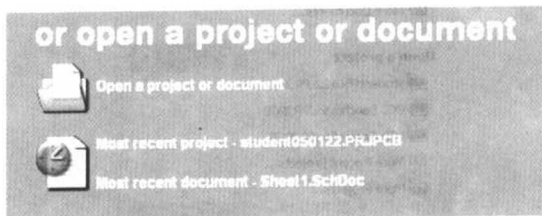

图 1.13 打开一个项目或文档
- (2) or open a project or document 打开一个项目或文档，如图 1.13 所示。